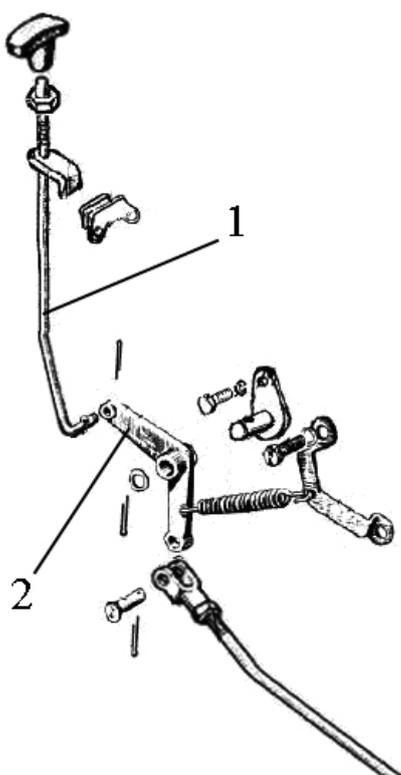

Рисунок 7.2
9) для тракторов с силовым регулятором: при наличии на тракторе гидropодъёмника или ТСУ совмещенного типа, отсоедините рукоятку управления (1) **(рисунок 7.2)** узлом, от